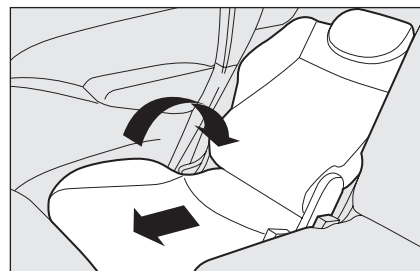

fig. 47
- ☐ incline el respaldo del asiento posterior en la posición deseada fig. 47.